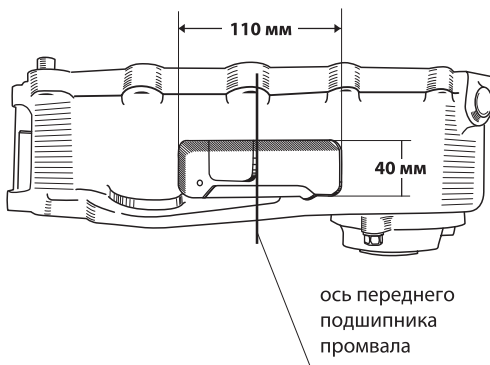

Рис. 5
2. Доработайте картер согласно **Рис.5** (только для картеров старого образца).